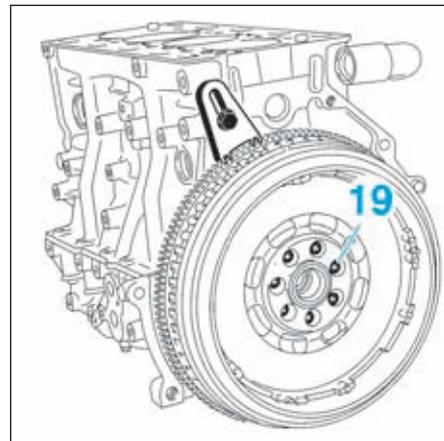

FIG.55
- Déposer les vis de fixation (18), puis la pompe à eau avec son joint.
- Déposer les vis de fixation (19), puis le volant moteur (Fig.55).